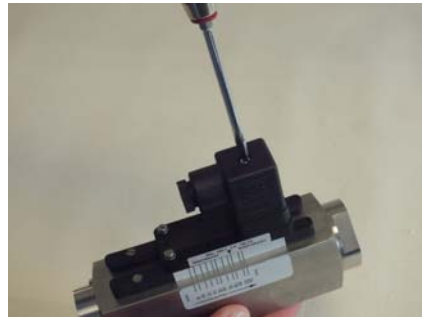

Abb. 20: Steckerdose lösen
1. ➤ Befestigungsschraube (Abb. 20) von der Steckerdose lösen
9. ➔ Steckerdose auf Gerätestecker stecken und Befestigungsschraube (Abb. 20/1) anziehen